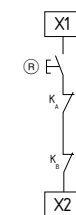

Fig. 7
**Pulsante di Reset esterno (con rilevamento fronte) (vedere Fig. 7)**